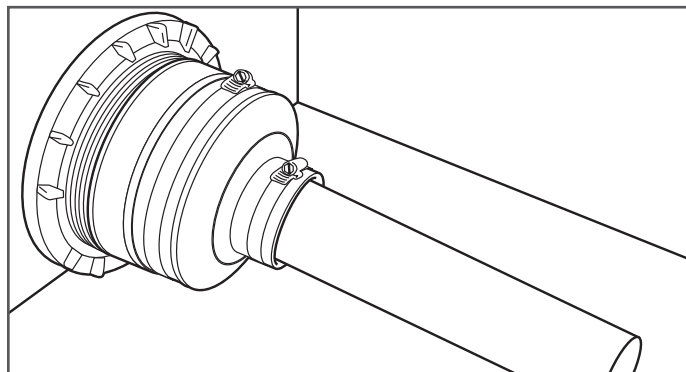

Figure 23-13
11. Reportez-vous à la section 7 pour les instructions sur l'installation du raccord à assemblage sur place DoubleTrac (Figure 23-13).